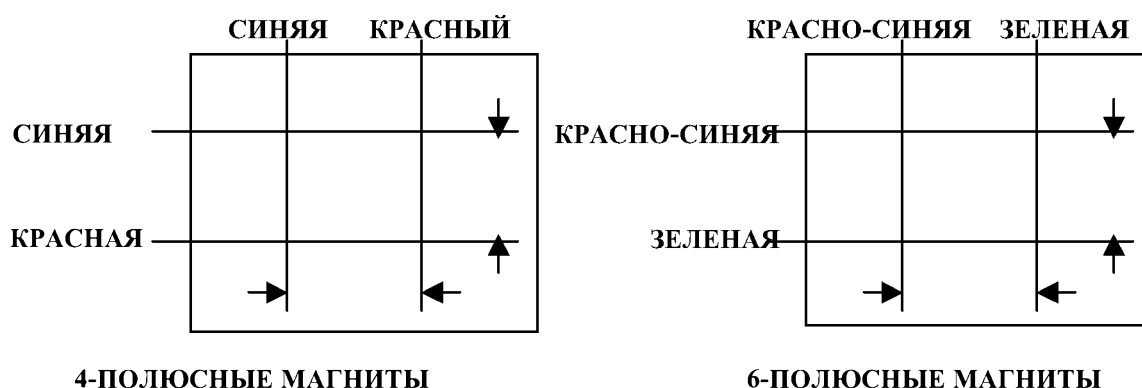

Рис. 3 Регулировка сведения в средней части экрана
7. Повторите регулировки пп. 2-6, если необходимо. Поскольку 4-полюсные и 6-полюсные магниты имеют взаимное влияние, их воздействие комплексно (рис. 3).